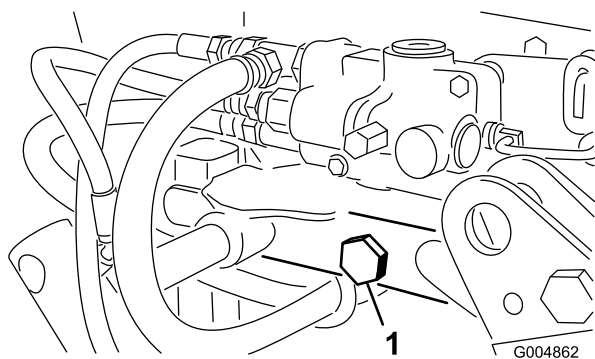

Figura 105
16. Retire con cuidado los pernos (3/4 pulgada), las arandelas y las tuercas que sujetan el bastidor de la carcasa al bastidor trasero (3 en el lado izquierdo y 2 en el lado derecho) (Figura 105). Guarde 4 de los pernos para la reinstalación, y guarde los restantes para la reconversión de verano.